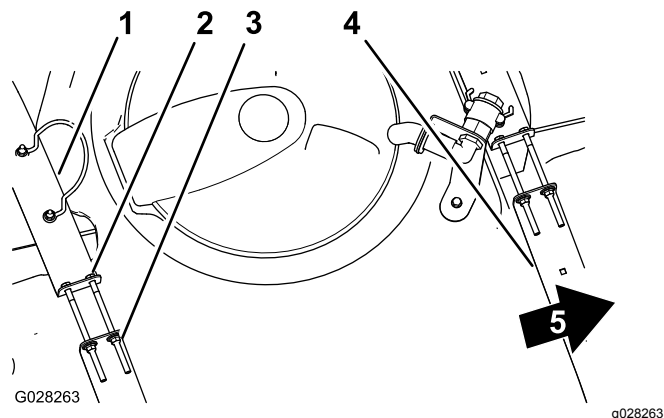

Figura 85
2. Verifique se há algum movimento entre as correias do depósito e o depósito (Figura 85).
3. Se as correias do depósito estiverem largas, aperte os parafusos e as porcas de bloqueio na parte superior das correias até estas ficarem justas à superfície do depósito (Figura 85).